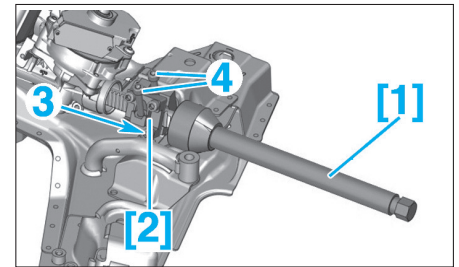

FIG. 14
- [1]. Clé à rouleau (réf : 0721.A) (Fig.14).
- [2]. Outil antirotation de crémaillère (réf : 0721.B) (Fig.14).
• Positionner l'outil [2] sur la crémaillère et le mettre en appui en (3) sur le berceau avec les vis de butées (4) (Fig.14).